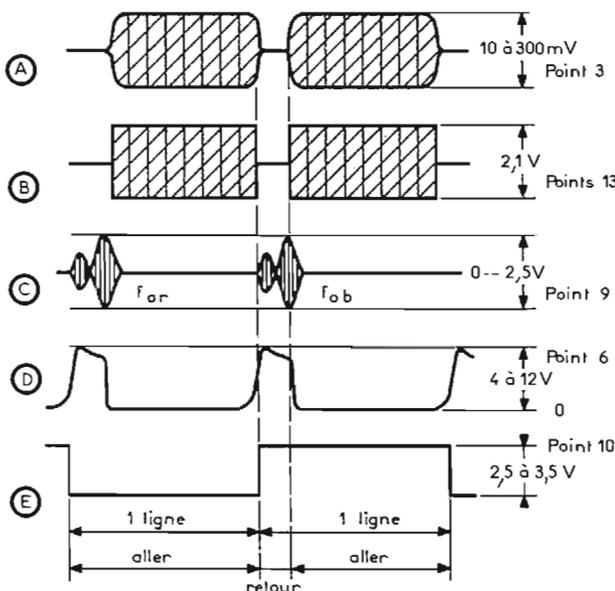

Fig. 2
La forme des signaux du circuit intégré 3490M est donnée à la figure 2 pour le Secam. Considérons la figure 2 (A).
On notera que le signal à la fréquence f_{or} se produit dans une ligne et l'autre signal dans la ligne suivante. Les signaux se produisent pendant les retours de lignes. Cela se voit à la figure 2 D, sur la forme des signaux de retour (point 6 du CI). En ce point les retours se présentent comme des impulsions positives de 4 à 12 V d'amplitude.